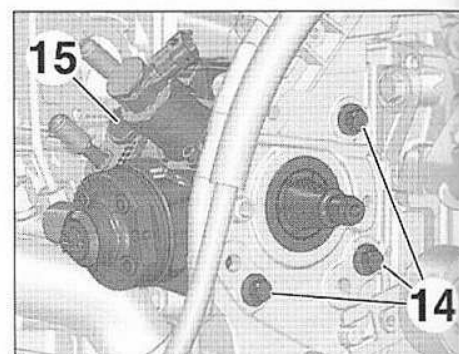

FIG.54
- Déposer les vis (14) et la pompe haute pression (15) (Fig.54).